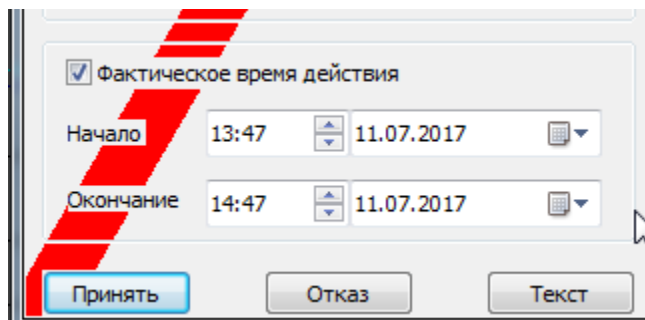

Рис.194. Ввод фактического времени окна
2. В появившемся окне поставить опциональную галочку в поле «Фактическое время действия» (см. рис. 194).